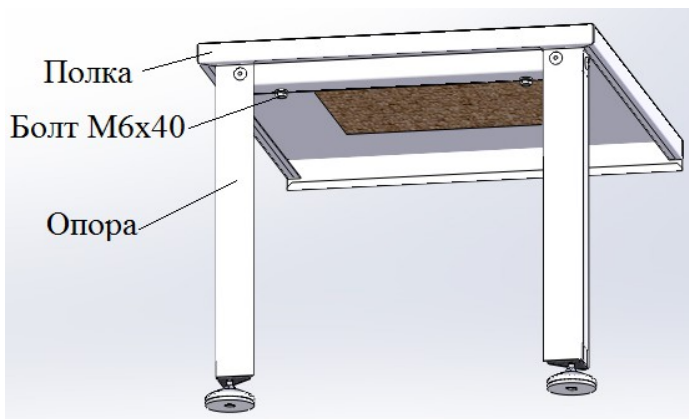
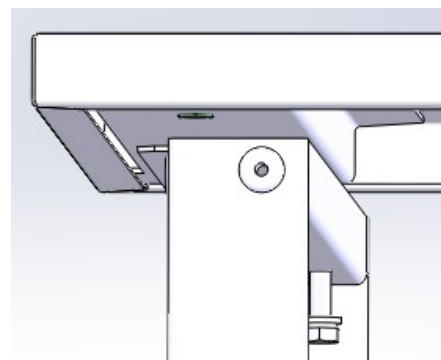

Рис.3
Рис.4
2.4 Опору полки установите отбортовкой в паз на полке (рис.4) и прикрепите к ней болтами М6х40 (рис.3).